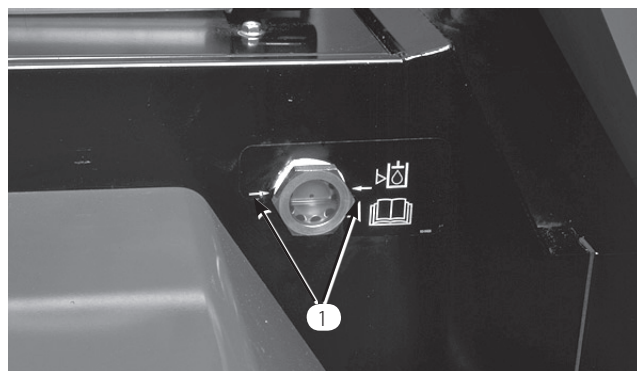

図 7
2. 点検窓で点検 (図7)。オイルが暖かいときに油面の高さが点検窓の矢印までであれば適正。オイルが冷えているときには矢印よりも 5~15 mm 下にあるのが適正。